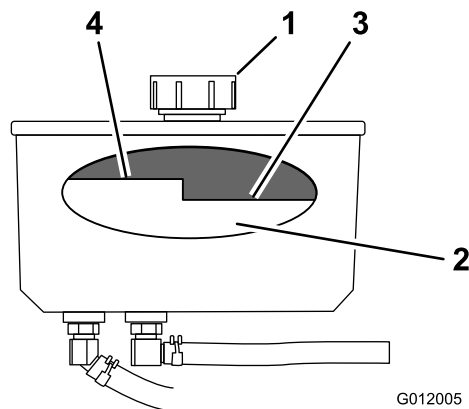

Figura 71
4. Limpie alrededor del cuello de llenado y el tapón del depósito de aceite hidráulico (Figura 71).
5. Retire el tapón del cuello de llenado. Mire dentro para comprobar el nivel de aceite en el depósito. (Figura 71).
Nota: El nivel de aceite debe llegar a la parte superior del nivel caliente del tabique cuando el aceite está caliente (Figura 71).